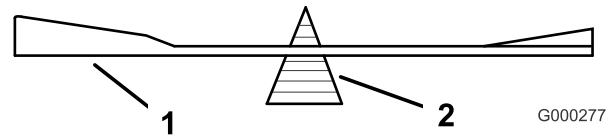

Figure 61
2. Vérifiez l'équilibre de la lame en la plaçant sur un équilibreur (Figure 61). Si la lame reste horizontale, elle est équilibrée et peut être utilisée. Si la lame